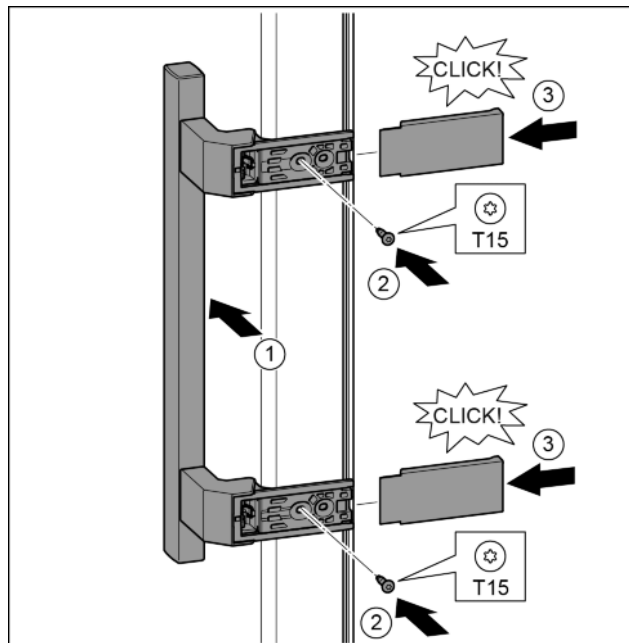

Fig. 21
- Greep op de tegenoverliggende zijde aanbrengen. Fig. 21 (1)
- Schroeven met schroevendraaier T15 vastschroeven. Fig. 21 (2)
- Afdekkingen zijdelings aanbrengen en erop schuiven. Fig. 21 (3)